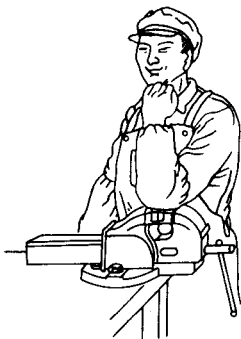

图 0-2 台虎钳的合适高度
(2) 钳台 钳台也称钳桌,用来安装台虎钳、放置工具 and 工件等。钳台用木料或钢材制成,其高度约为 800~900mm,使装上台虎钳后,能取得操作者工作的合适高度,一般以钳口高度恰好齐人手肘为宜,见图 0-2。长度和宽度可随工作和场地需要而定。钳台一般有几个抽屉,用来放置工具。